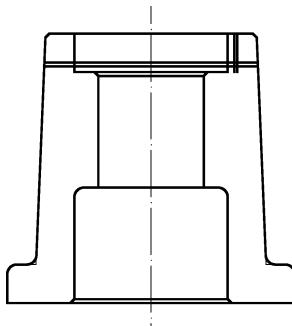
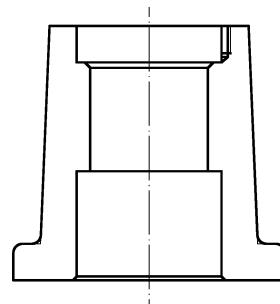

图 11-27 绘制构造线示例
图 11-28 绘制定位螺钉孔示例
3) 绘制定位螺钉孔。选择“绘图”面板→“构造线”命令，输入 O，指定最上水平线，偏移距离为“15”和“17”，绘制水平构造线；指定上孔右边线，偏移距离为“3.5”和“5”，绘制垂直构造线，绘制结果如图 11-27 所示。然后选择“修改”面板→“修剪”命令，修剪多余线条，执行结果如图 11-28 所示。